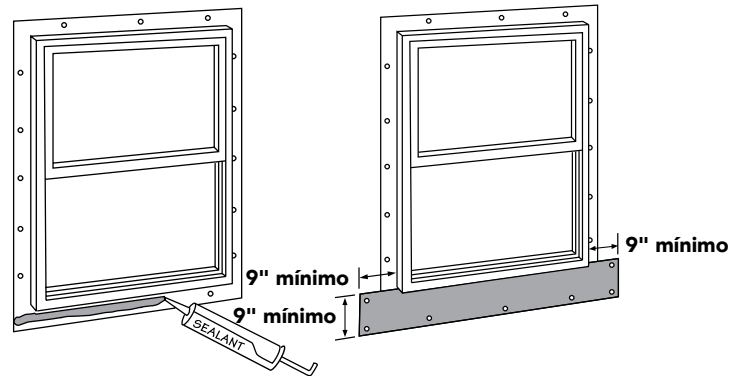

Figura 28
- Coloque un hilo continuo de sellador en la zona de clavado de las bridas de manera que cubra los clavos y las ranuras de clavado. Aplique por lo menos 9" (229 mm) de ancho horizontal de tapajuntas de antepecho nivelado con el borde inferior de la ventana existente oprimiendo el tapajuntas sobre el hilo de sellador en su borde superior. Corte el tapajuntas del antepecho lo suficientemente largo para que sobresalga por lo menos 9" (229 mm) por cada hastial. Sujete el tapajuntas del antepecho a los bordes inferiores y laterales (Figura 28).